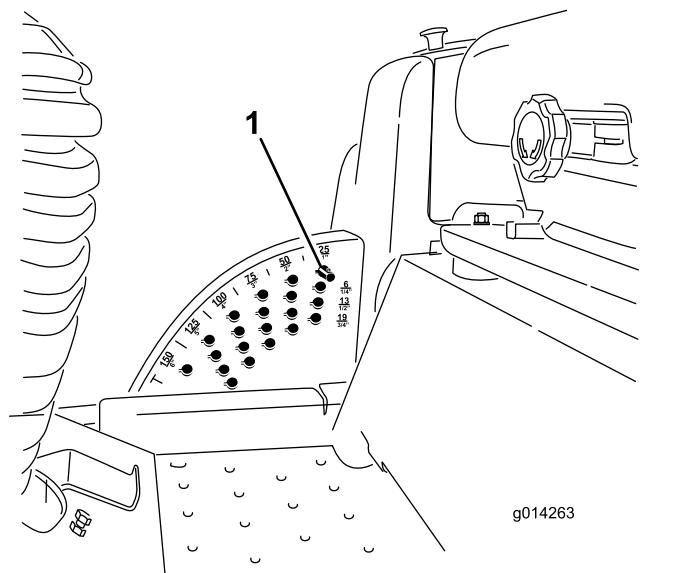

Рисунок 24
**Примечание:** Чтобы заблокировать деку газонокосилки или навесное оборудование в поднятом положении, поднимите деку на высоту более 15 см, извлеките стопорный штифт высоты скашивания и установите его в положение высоты скашивания 15 см (Рисунок 24).
1. При работающем двигателе передвигайте переключатель подъема дески назад до тех пор, пока дека газонокосилки не поднимется полностью, а затем **немедленно отпустите переключатель** (Рисунок 24).
2. Поверните стопорный штифт так, чтобы его выступы совпали с прорезями в отверстиях кронштейна высоты скашивания, и извлеките штифт (Рисунок 24).
3. Выберите отверстие в кронштейне высоты скашивания, соответствующее необходимой высоте скашивания, вставьте штифт и, нажимая на него, поверните так, чтобы он зафиксировался в отверстии (Рисунок 24).
**Примечание:** В кронштейне есть четыре ряда отверстий (Рисунок 24). Верхний ряд обеспечивает высоту скашивания, указанную над штифтом. Второй ряд обеспечивает указанную высоту скашивания плюс 6 мм. Третий ряд обеспечивает указанную высоту скашивания плюс 12 мм. Четвертый ряд обеспечивает указанную высоту скашивания